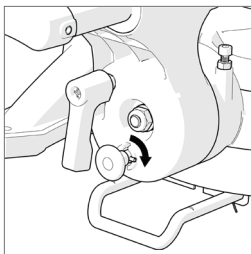

Abb. 35
- Drehen Sie den Stift um eine Vierteldrehung (**Abb. 35**)